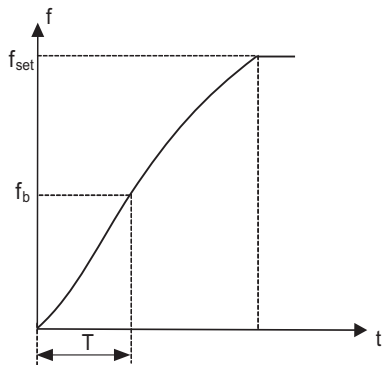

图5-23 S曲线加减速B示意图
- 2：S曲线加减速B——在此加减速曲线中，电机额定频率 f_b 总是S曲线的拐点。如图5-23所示。一般用于在额定频率以上的高速区域，需要短时加减速的场合。当设定频率在额定频率以上时，加减速时间为：
其中， f 为设定频率， f_b 为电机额定频率， T 为从0频率加速到额定频率 f_b 的时间。功能码F4-08和F4-09分别定义了S曲线加减速A起始段和结束段的时间比例，且两者满足：F4-08+F4-09≤100.0%。图5-23中t1即为参数F4-08定义的参数，在此段时间内输出频率变化的斜率逐渐增大。t2即为参数F4-09定义的时间，在此时间段内输出频率变化的斜率逐渐变化到0。在t1和t2之间的时间内，输出频率变化的斜率是固定的。